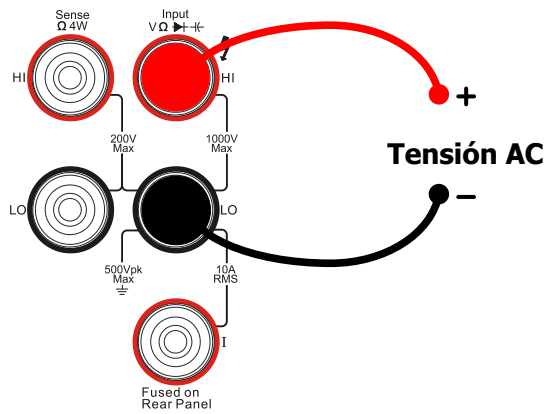

Figura 2-7 Esquema de conexiones
1. Conecte la punta roja (punta de prueba) al terminal de entrada HI y la punta de prueba negra al terminal de entrada LO como se muestra en la Figura 2-7.